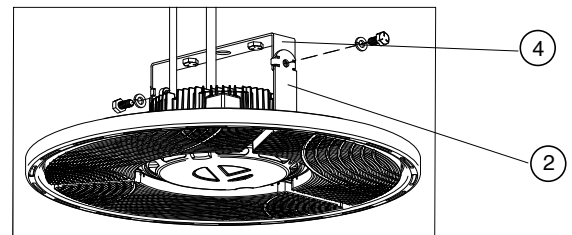

Figure 5
**2.4 Dès que le support de montage (4) en surface est installé**, aligner les fentes verticales des supports (2) de fixation avec le support de montage (4) et fixer au support avec les boulons hexagonaux et les rondelles de blocage fournis (voir la figure 5).